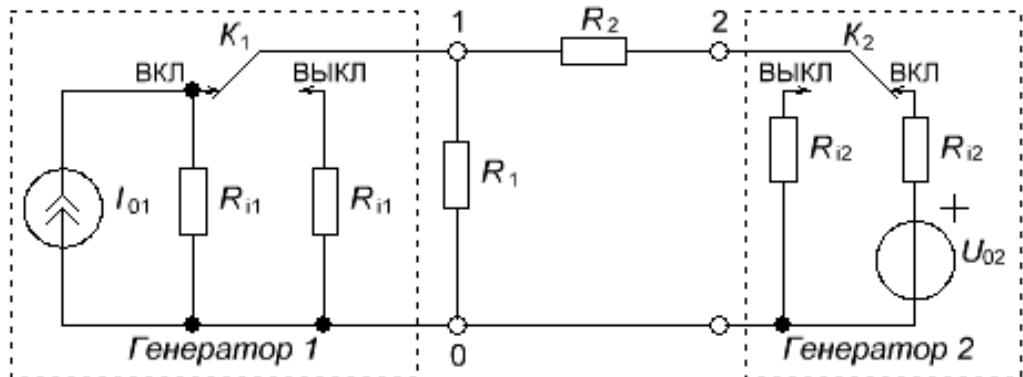

Рис. 2.3
1.4. Ознакомьтесь со схемой эксперимента, представленной на рис. 2.3.
2.1. Соберите цепь, схема которой представлена на рис. 2.3.